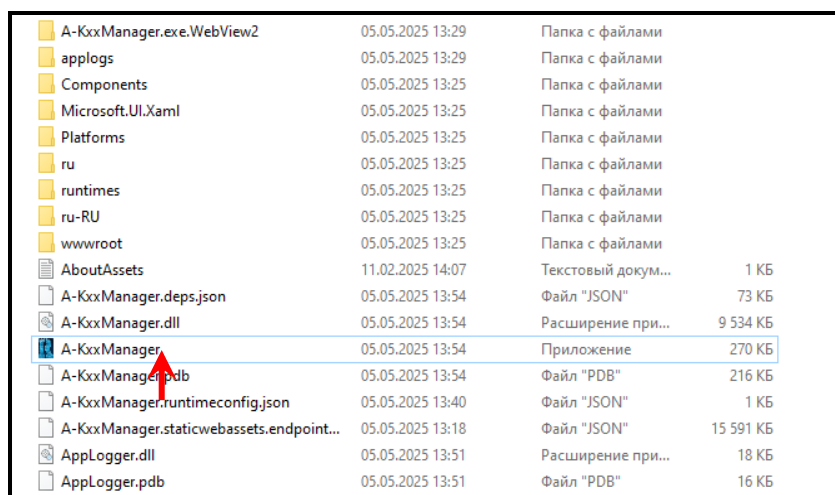

Рис. 3. Запуск ПО
- ✓ дважды кликнув на исполняемый файл «A-KxxManager.exe», запустить ПО (см. рисунок 3).
- ✓ дважды кликнуть на исполняемый файл «А-КххManager.exe», запустить ПО (Рис. 3).